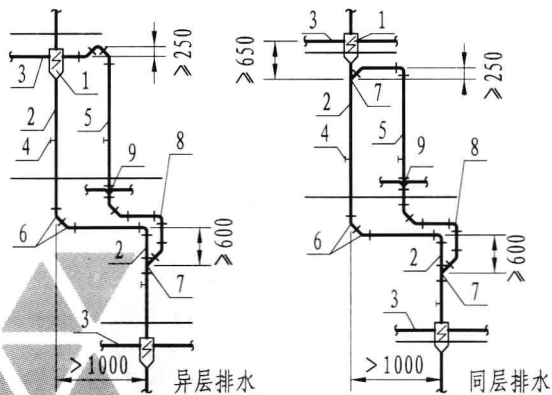

图4 立管偏置距离 $> 1\text{m}$ 时, 辅助通气管设置方式
2) 偏置距离大于1m时,如图4所示在偏置后的立管上部设置辅助通气管。辅助通气管管径为铸铁管DN100或塑料管dn110。